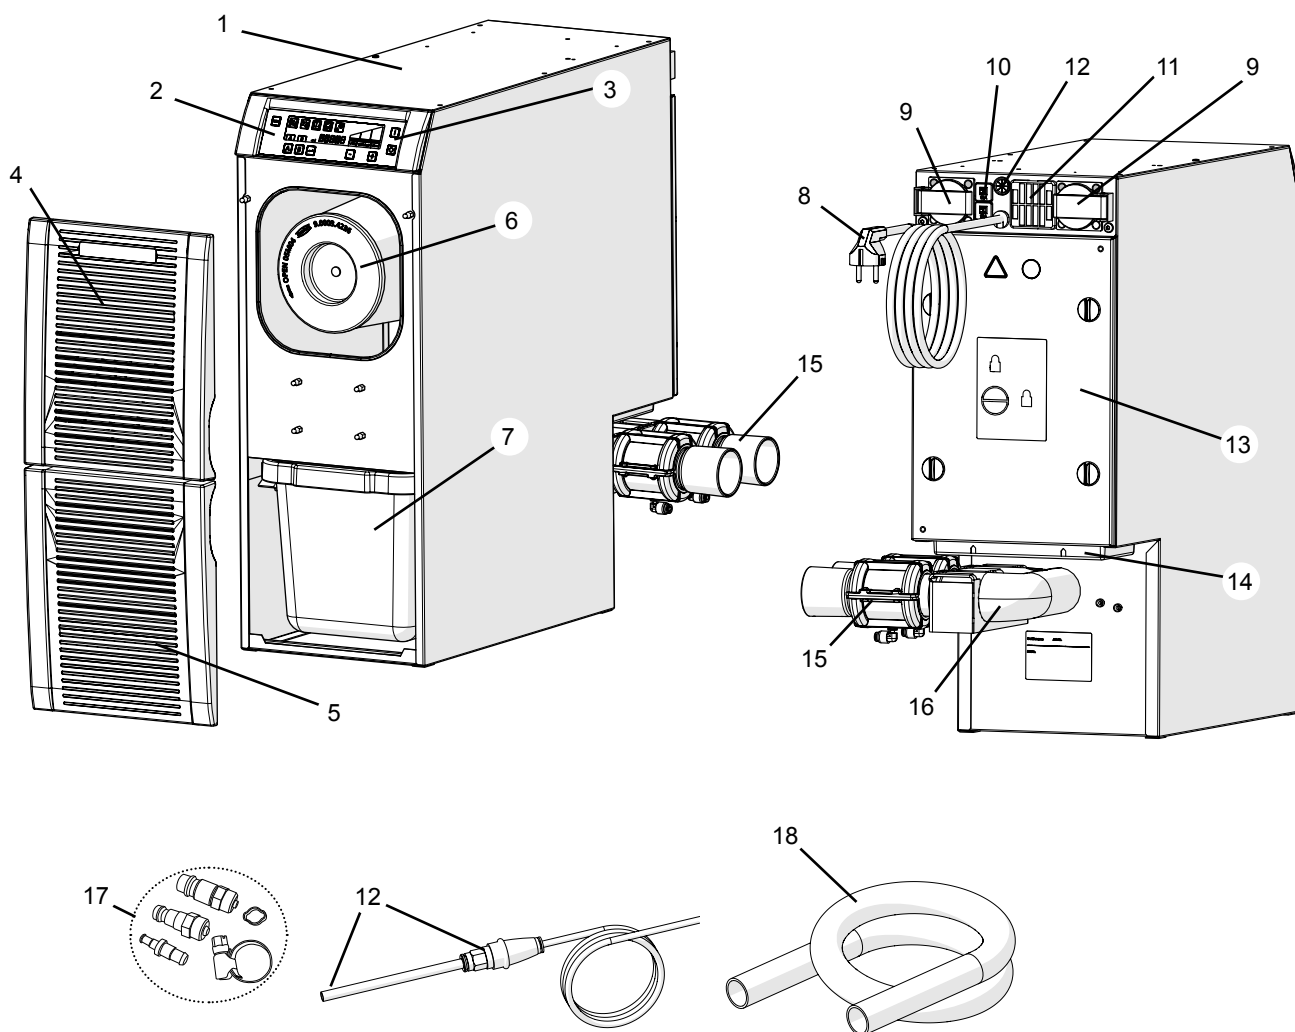

Bild 1
- frånluftsutloppet (14, bild 1) är inte blockerat.
- ⇒ Stäng av enheten med strömbrytaren (3, bild 1).
- ⇒ Välj en lämplig slangkoppling från den bifogade anslutningssatsen (17, bild 1) och fäst den på slangens ände.